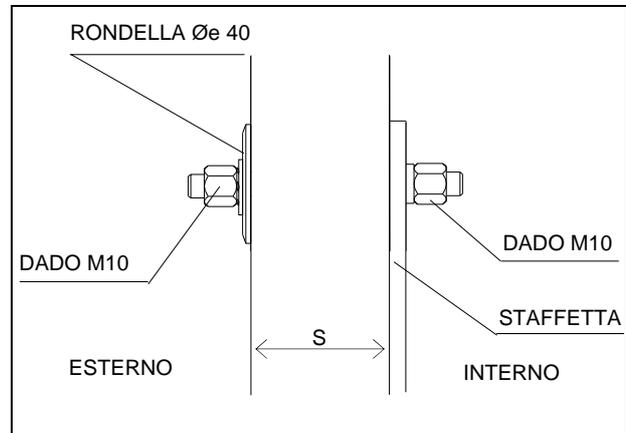

Figura 4 – PARTICOLARE SISTEMA DI FISSAGGIO
- Inserire i tiranti nei fori \varnothing 11 mm e avvitare, all'esterno del muro su ogni tirante, n.1 dado M10 dopo aver interposto tra muro e dado una rondella \varnothing esterno 40 mm (sia i dadi che le rondelle sono forniti a corredo) (Figura 4).